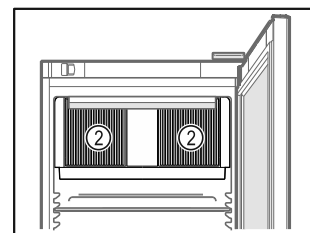

Fig. 62
- ❑ No obstruir la ranura de ventilación Fig. 62 (2) del ventilador de recirculación de aire del interior.